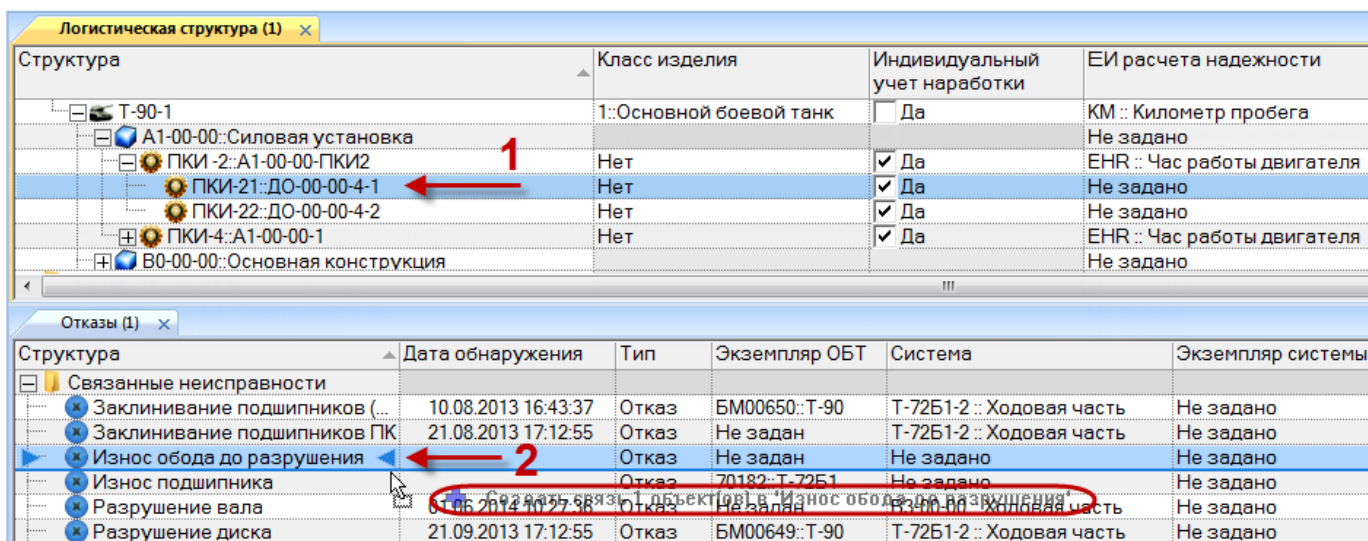

Рис. 26-34 – Переместить компонент на неисправность
2) Выделить компонент в рабочем окне «Логистическая структура» (1 на рис. 26-34).
3) Переместить с помощью мыши компонент на неисправность в окне «Неисправности» – появится подсказка вида «+ Создать связь X объект(ов) в ...» (2 на рис. 26-34). Отпустить кнопку мыши.